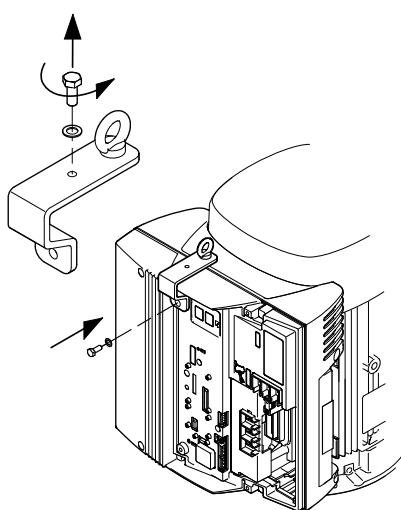

Рис. 64 Установка подъемного кронштейна в вертикальном насосе
1. Установите подъемный кронштейн (поз. M) на клеммную коробку и затяните штатными винтами. См. рис. 64.